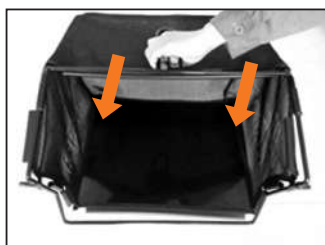

Рис. 7
2. Натяните матерчатый кожух на каркас (рис. 7).